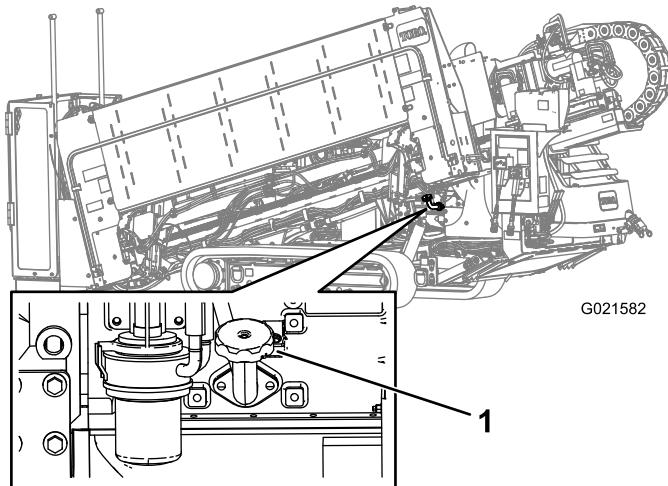

Figura 85
- Retire el tapón de llenado (Figura 85) y añada aceite hasta que el nivel llegue a la marca Alto. **No llene demasiado.**